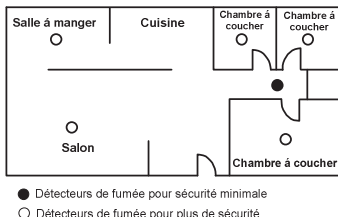

Figure 1 : Emplacements des détecteurs de fumée pour une résidence unique ayant seulement une chambre
- ♦ Installer un détecteur de fumée et de chaleur dans le couloir en dehors de chaque zone séparée de chambres, comme indiqué en figure 1. Deux détecteurs sont nécessaires dans les maisons disposant de deux zones de chambres, comme indiqué en figure 1.